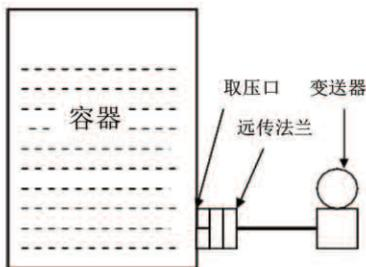

图5-3带单法兰变送器安装
- ① 防止变送器与腐蚀性或过热的被测介质接触；
- ② 防止渣滓在导压管内沉积；
- ③ 导压管要尽可能短；
- ④ 两边导压管内的液柱压力应保持平衡；
- ⑤ 导压管应安装在温度梯度和温度波动较小的地方。对于带远传法兰的变送器的安装，应考虑到变送器和远传法兰之间的应用关系，以保证最佳安装性能。具体措施如下：
① 毛细管越短越好；
② 安装带一个远传法兰的变送器，测量容器液位时，应使变送器与流程接头及法兰保持同一水平或低于取压口及法兰（见图5-3）。用带两个远传法兰，并且法兰安装在不同高度的变送器，变送器应安装在两法兰与取压口之间的中点或中点以下（见图5-4）。